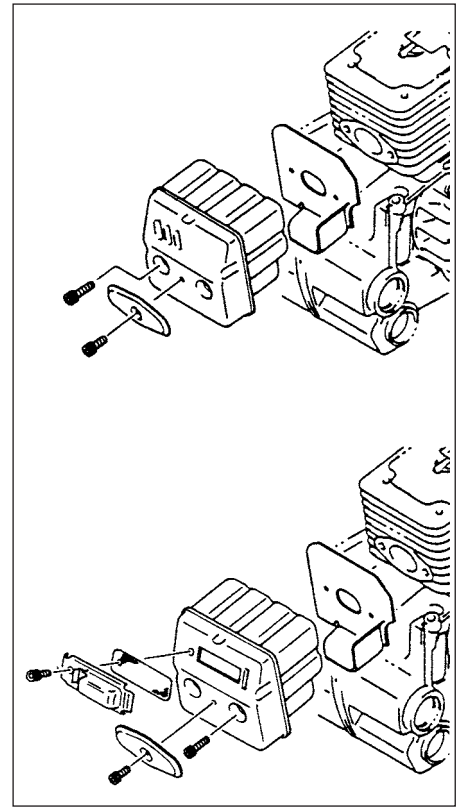

Рис.3-10
**Чистка глушителя (Рис. 3-10)**